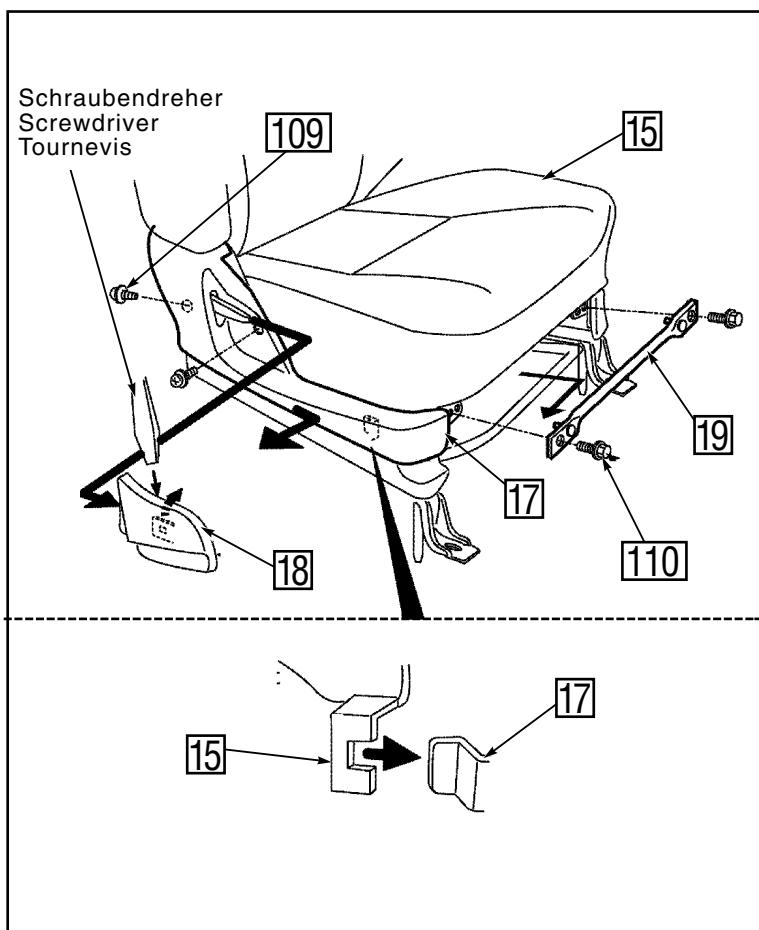

Abb. 14- Fig. 14
- a) Die Zusatzhalterung ⑨ (R) zusammen mit der seitliche Halterung ⑧ (R) und das Distanzstück ⑪ an der rechten Seite des Beifahrersitzes ⑯ anbringen.
⑫: Bolzen (M6x12) (2x)
⑬: Bolzen (M6x25) (1x)
- b) Die seitliche Abdeckung ⑯ (R) und den Knopf ⑯ wieder an der rechten Seite des Beifahrersitzes ⑯ anbringen. (Siehe Abbildung 14)
- a) Fit the sub bracket ⑨ (R) together with the side bracket ⑧ (R) and the spacer ⑪ onto the passenger's seat ⑯ right hand.
⑫: Bolt (M6x12) (2x)
⑬: Bolt (M6x25) (1x)
- b) Replace the side cover ⑯ (R) and the knob ⑯ onto the passenger's seat ⑯ right hand. (See figure 14)
- a) Fixez l'ensemble du support inférieur ⑨ (D) le support latéral ⑧ (D) et l'entretoise ⑪ du côté droit du siège du passager ⑯.
⑫: Boulon (M6x12) (2x)
⑬: Boulon (M6x25) (1x)
- b) Replacez la garniture latérale ⑯ (D) et le bouton ⑯ du côté droit du siège du passager ⑯. (Voir la figure 14)